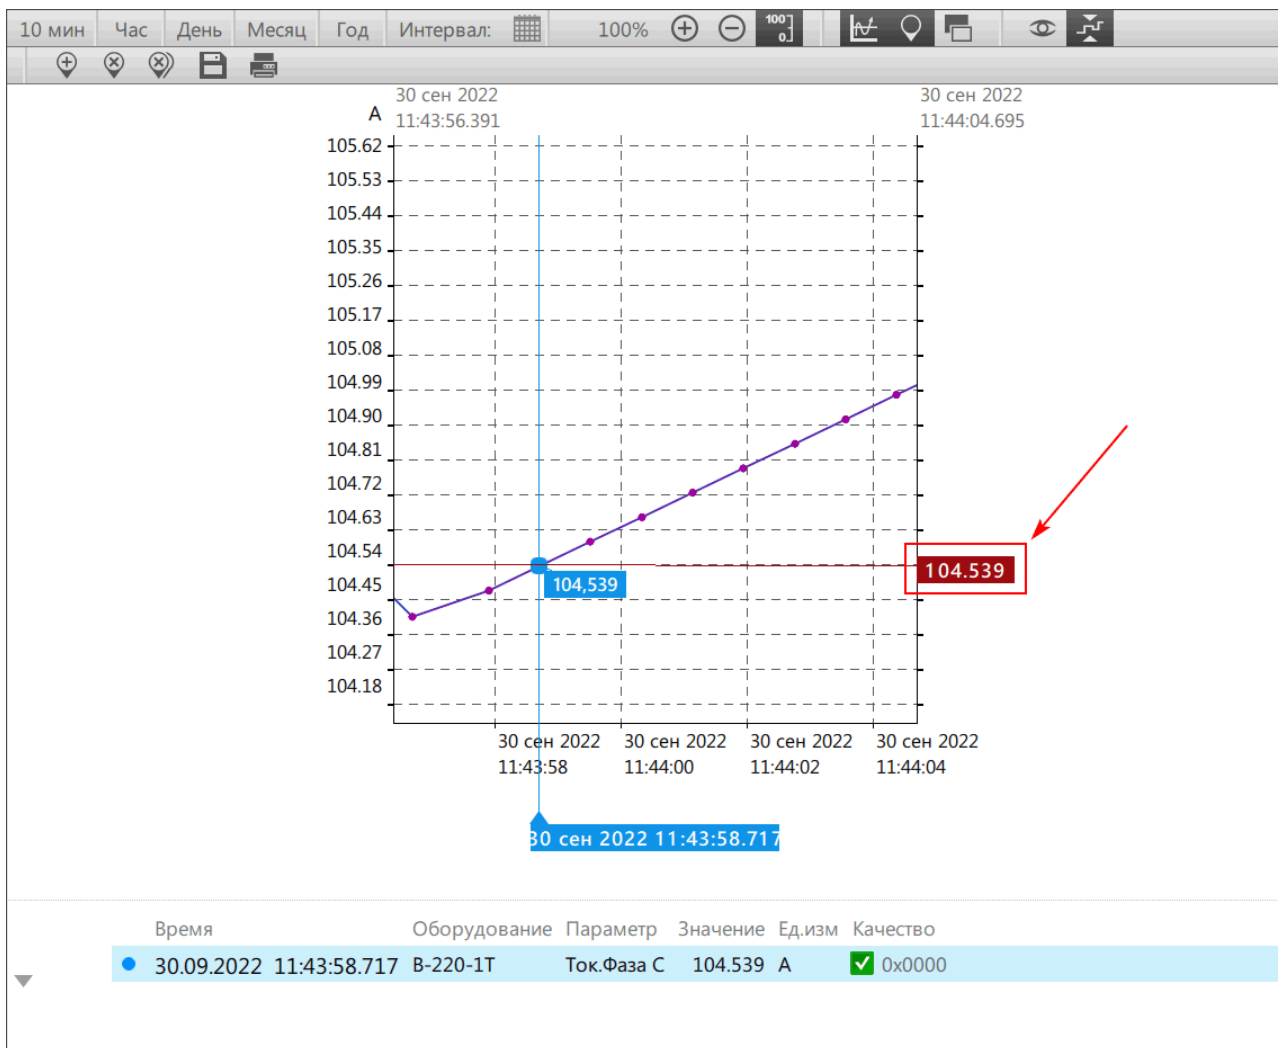

Рисунок 106 - Фиксированный маркер
4. Нажмите **ОК**. На графике появится фиксированный маркер (Рисунок 106).